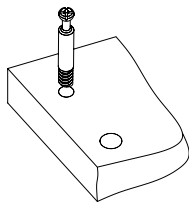

Рис.2
- Вкрутить шпильки минификсов в соответствующие плоскостные отверстия крышки 1, боковин 3, 4, фасада ящика 20 (Рис. 2).